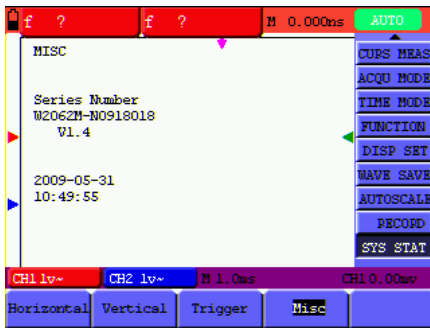

Рисунок 66. Состояние системы
3. Нажмите кнопку **F4** и выберите параметр **Misc** для отображения системного времени (см. рисунок 66).